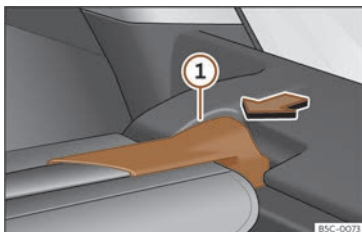

Fig. 176 Al maleter: desmuntar la safata.
- Premeu el suport de la safata >>> **fig. 176 ①** en el sentit de la fletxa.
- Encaixeu el suport de la safata >>> **fig. 176 ①** en l'allotjament de l'altre costat.